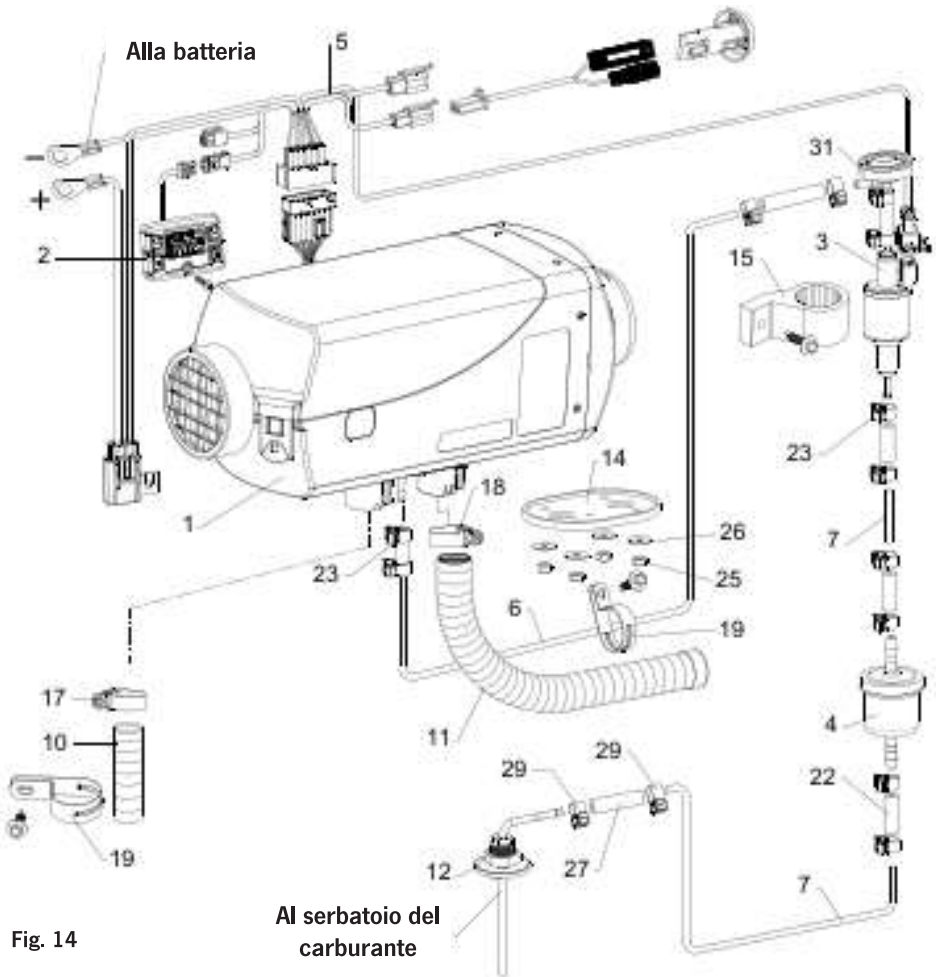

Fig. 14
32. VanHeat 4.0-DH | Informazioni sul prodotto | Lista delle parti di ricambio (Vedi Fig. 14)